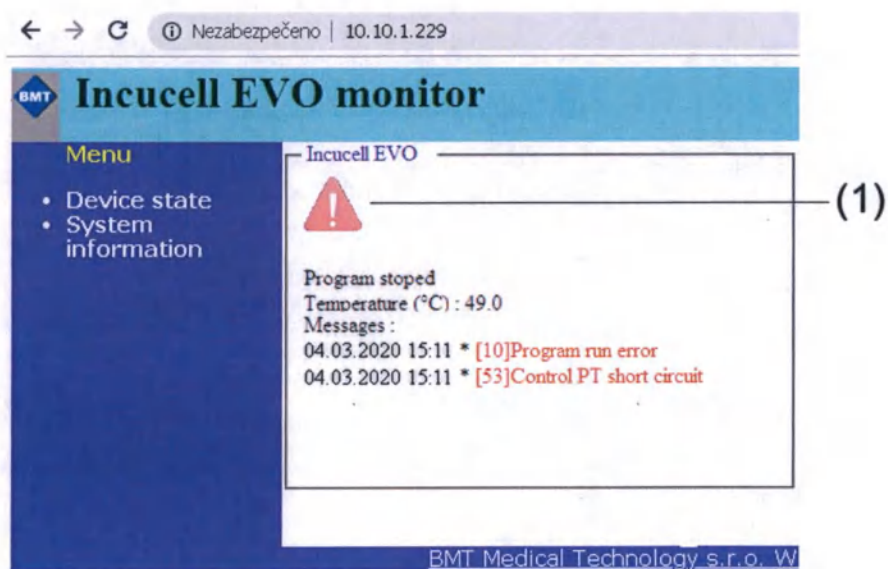

рис. 33
5. Последние сообщения об ошибках отобразятся при нажатии на иконку , см. рис. 33.